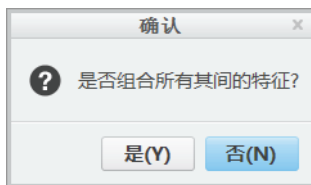

图 9-33 “确认”对话框
(1) 什么是局部组？
(2) 如何创建局部组？
(3) 试一试：在创建局部组特征时，如果要归组的连续特征比较多，用户也可以结合〈Ctrl〉键在模型树中选择这些特征中的第一个特征和最后一个特征，然后执行“组”命令，此时系统会弹出图 9-33 所示的“确认”对话框。单击“是”按钮确认组合其间的所有特征。